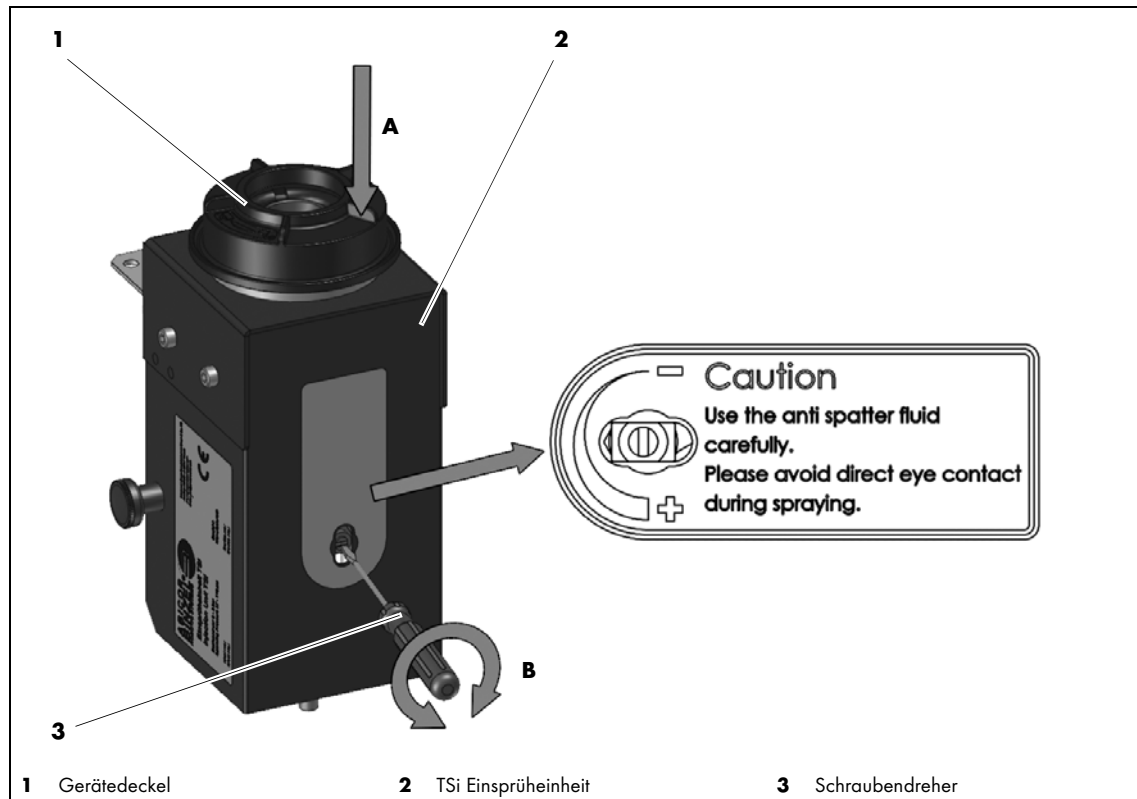

Abb. 8 Trennmittel manuell einstellen
• Trennmittelmenge fehlerhaft eingestellt	• Trennmittelmenge korrekt einstellen ⇒ Abb. 8 Trennmittel manuell einstellen auf Seite DE-12